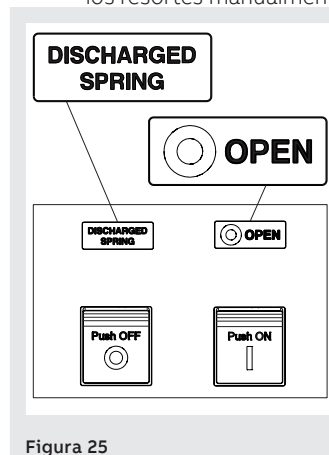

Figura 25
1. Interruptor abierto con resortes descargados (véase Figura 25).